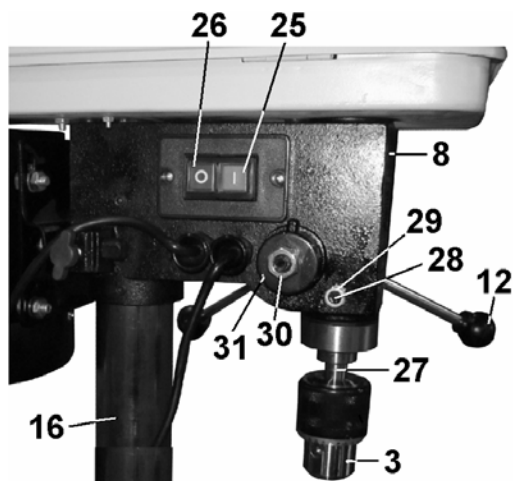

Рис.5.
9.9. Установите сверлильный патрон (3) на дорн (27), Рис.5 (предварительно необходимо удалить с его поверхности смазку, а также очистить от смазки внутреннюю посадочную поверхность сверлильного патрона (3), Рис.2, 5).
Закрепите сверлильный патрон (3), Рис.5, в сборе с дорном (27) на шпинделе легким ударом молотка через деревянный брусок. Кулачки сверлильного патрона (3) при этом должны быть сведены.
9.10. Установите кронштейн защитного экрана (5) на посадочное место на шпиндельной головке (8).
9.13. Перемещая шпиндель за ручку (12), Рис.5, проверьте плавность хода шпинделя. Установочный винт (28) с контргайкой (29) предназначен для предотвращения проворачивания шпинделя. Если перемещение происходит не плавно, или для перемещения нужно приложить усилие – необходимо произвести регулировку положения винта (28), предварительно ослабив контргайку (29). По окончании регулировки закрепите положение контргайкой (29).